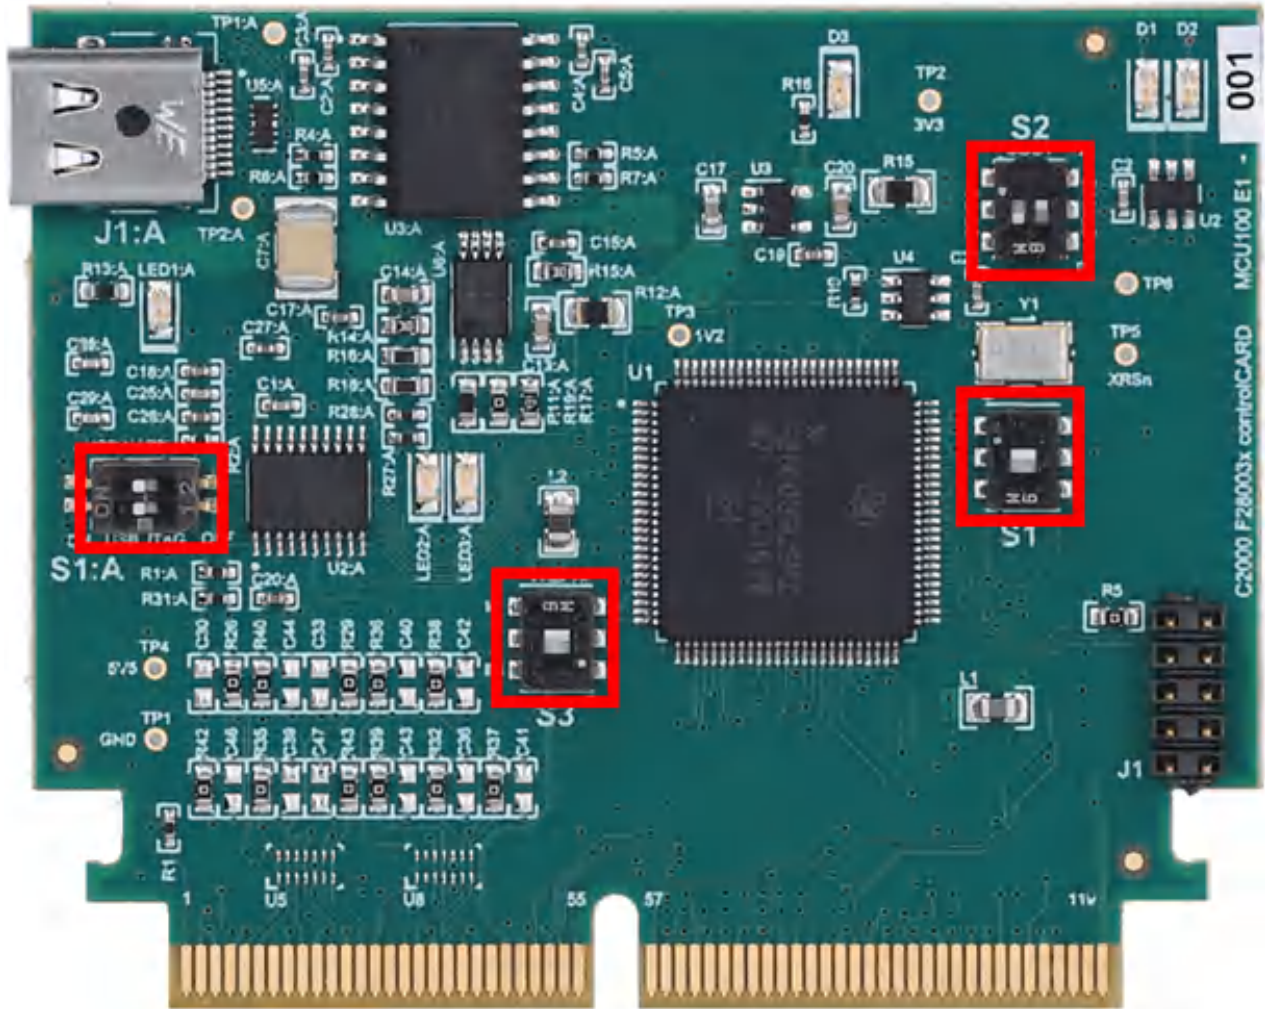

图 4-1. TMDSCNCD280039C ControlCARD 开关设置
- 2.确保 TMDSCNCD280039C controlCARD 开关设置如图 4-1 所示。